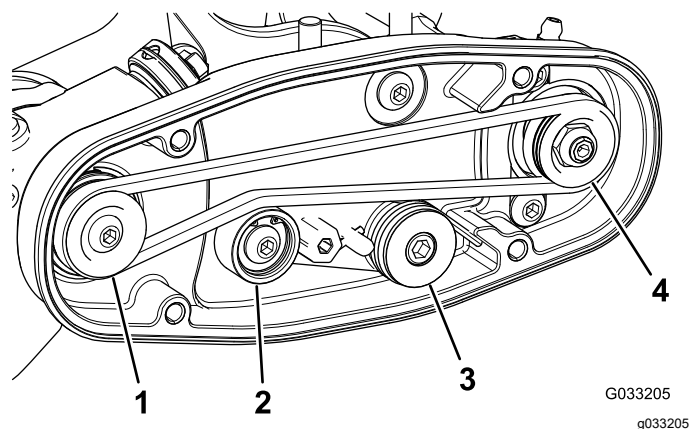

图 25
- A. 先缠绕**驱动**皮带轮周围的皮带然后再缠绕怠轮皮带轮顶部上方的皮带 图 25。
- B. 启动**从动**皮带轮上的皮带 图 25。